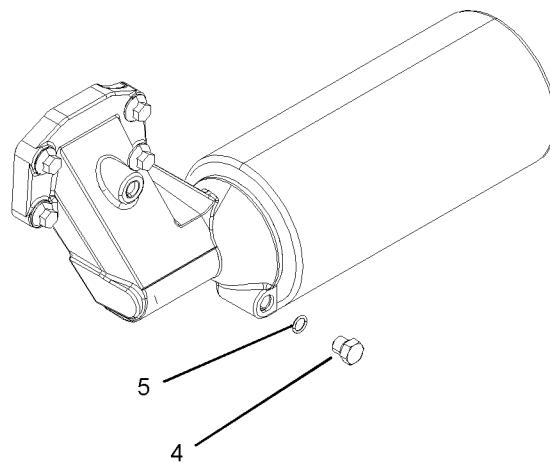

图 45
**注:** 某些机油滤清器可以水平安装。请参考图 45。这种类型的机油滤清器组件在拆卸滤清器前能够排空。该排放塞的扭矩 (4) 为  $12 \text{ N}\cdot\text{m}$  ( $8 \text{ lb ft}$ )。如果需要，安装新的 O 形密封圈 (5)。从步骤 1 开始，拆卸和安装机油滤清器。